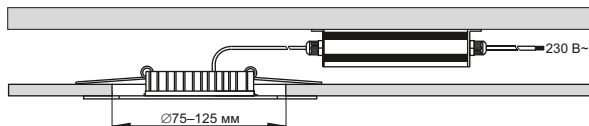

Рисунок 4
4.7 В случае если межпотолочного пространства недостаточного для установки источника питания в отверстие для монтажа светильника с малым кольцом, монтаж светильника выполняется в отверстие диаметром 75–125 мм (большое кольцо корпуса – рисунок 4).